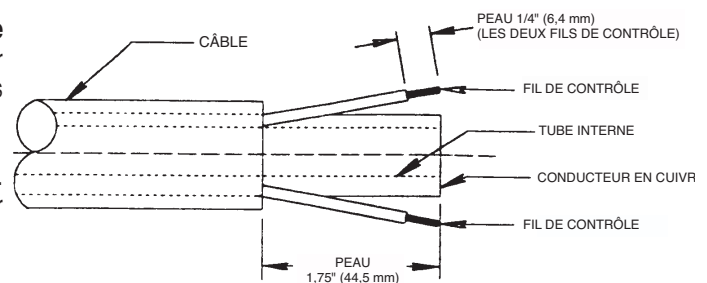

FIGURE D.1
- Couper la section endommagée du câble et dénuder la chemise extérieure comme indiquée sur la Figure D.1. Faire attention de ne pas couper l'isolation des fils de contrôle en dénudant la chemise. Dénuder les fils de contrôle rouge et blanc sur ¼ de pouce (6,4 mm) à partir de l'extrémité et sertir une nouvelle terminale S19492-2 sur chaque fil.
- Couper la section endommagée du câble et dénuder la chemise extérieure comme indiquée sur la Figure D.1. Faire attention de ne pas couper l'isolation des fils de contrôle en dénudant la chemise. Dénuder les fils de contrôle rouge et blanc sur  $\frac{1}{4}$  de pouce (6,4 mm) à partir de l'extrémité et sertir une nouvelle terminale S19492-2 sur chaque fil.